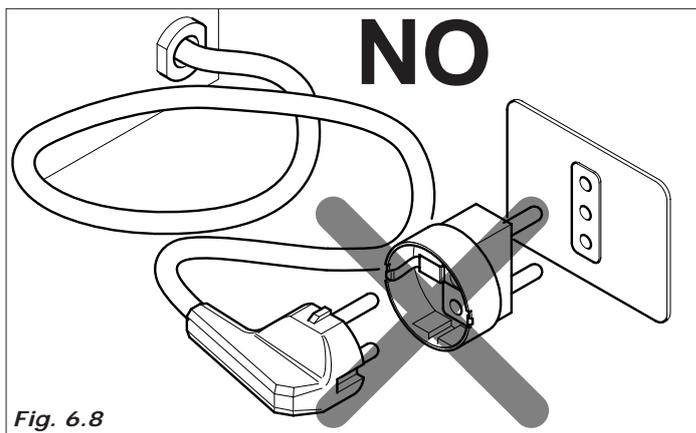

Fig. 6.8
- As tomadas não compatíveis com a do aparelho devem ser substituídas (Fig. 6.8).